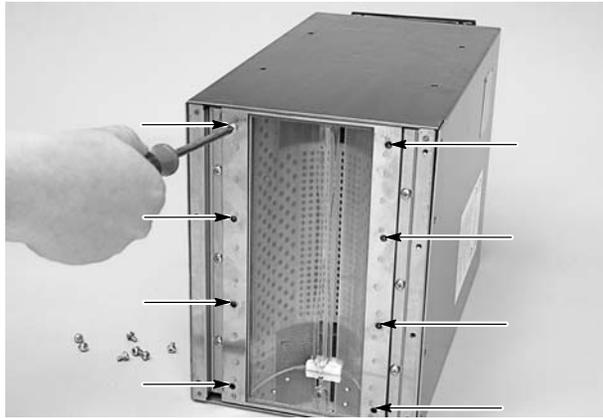

Figura 6-3 Smontaggio dello schermo RF
2. Vedi figura 6-3. Girare o posizionare il gruppo lampada di modo che l'intera lampadina sia esposta ed accessibile.